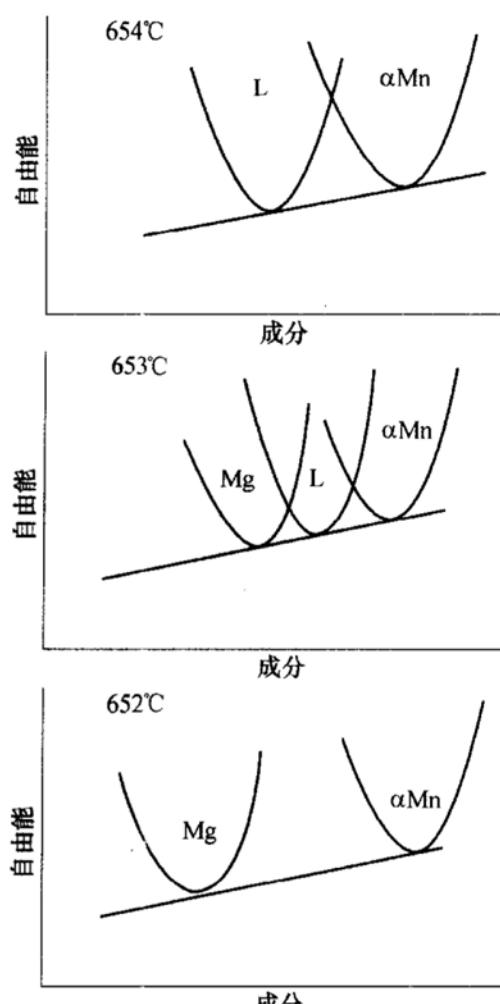

图 5-10 第七题第 2 小题解答图
2. 如图 5-10 所示，含 $4\% \text{Mn}$ 的 Mg 合金在 654°C 时以纯 Mn 和含 0.92at\% Mn